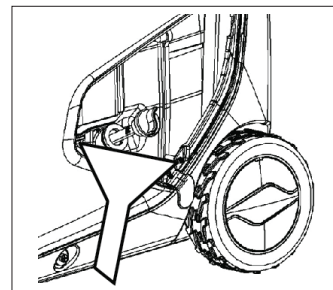

Рис. 26
Для предотвращения выхода из строя двигателя необходимо соблюдать следующее (Рис. 26):
- Наклоните генератор и слейте масло через заливную горловину, подставив под нее воронку идущую в комплекте (Рис. 26).